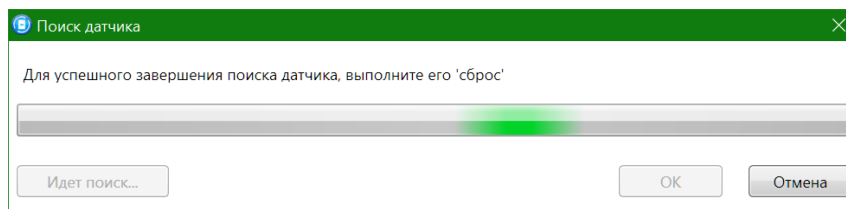

Рис. 5.35. Поиск датчика
4. После нажатия кнопки *ОК* начнется поиск радиоустройства контроллером в течение 30 секунд (Рис. 5.35). Для того чтобы радиоустройство было найдено контроллером, его состояние должно быть сброшено. Для новых радиоустройств выполнять сброс не требуется (их состояние является сброшенным). Для радиоустройств, использовавшихся ранее, необходимо выполнить сброс. У большинства моделей радиоустройств Ладога-РК он выполняется путем замыкания перемычки сброса на плате. Подробные сведения о сбросе состояния радиоустройств см. в документации к ним.